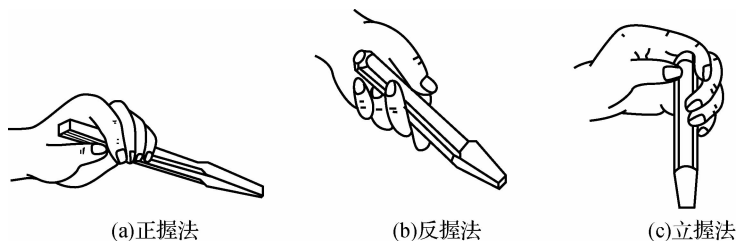

图 2-6 錾子的握法
(1)正握法。手心向下,用虎口夹住錾身,拇指与食指自然张开,其余三指自然弯曲靠拢握住錾身,如图 2-6(a)所示。露出虎口上面的錾子顶部不宜过长,一般在 10~15 mm。
(2)反握法。手心向上,手指自然捏住錾身,手心悬空,如图 2-6(b)所示。这种握法适用于小量的平面或侧面錾削。
(3)立握法。虎口向上,拇指放在錾子一侧,其余四指放在另一侧捏住錾子,如图 2-6(c)所示。这种握法用于垂直錾切工件,如在铁砧上斩断材料。